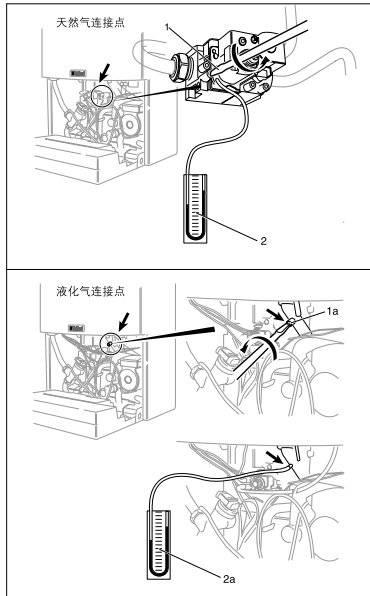

图 9.2 检测燃烧器压力
9.3 安装压力计，检测燃烧器压力(参见图9.2)
- 按图 9.2 所示将燃气压力计连接至壁挂炉燃烧器压力检测点;